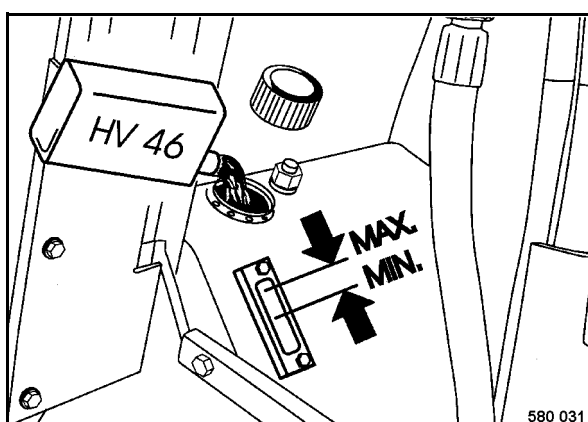

Fig. 94
- Comprobar el nivel de aceite por el cristal de observación situado en el depósito de aceite hidráulico (Fig. 94).